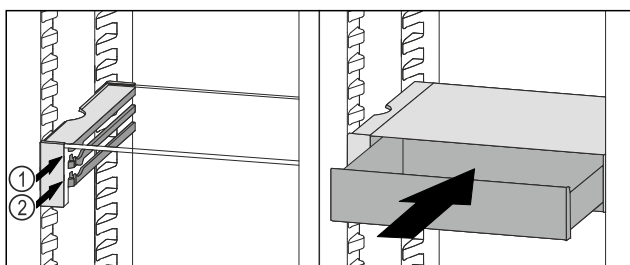

Fig. 134
- ▶ Установите выдвижной ящик VarioSafe за стопоры на требуемый выступ Fig. 134 (1) или Fig. 134 (2).